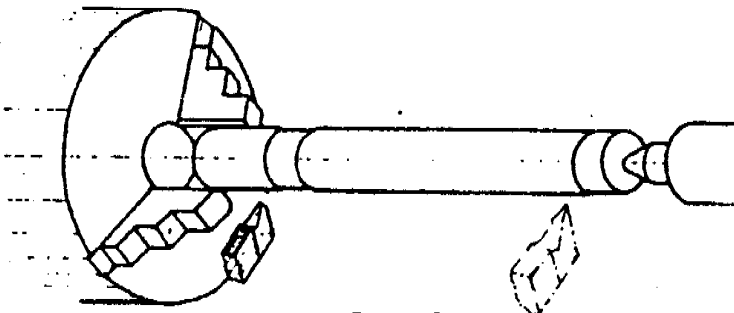

Figura 5
- b. Haga un rebaje en el extremo del material (Figura 5) y tome referencia de la profundidad de corte en el anillo graduado.